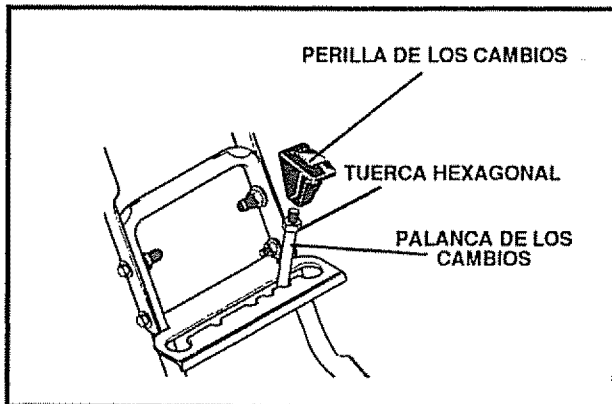

FIG. 6
- Enrosque la perilla en el extremo roscado de la palanca de cambios hasta que haga contacto con la tuerca hexagonal y la lengüeta apunte hacia el motor. Apriete la tuerca hexagonal contra el fondo de la perilla (vea la Fig. 6).